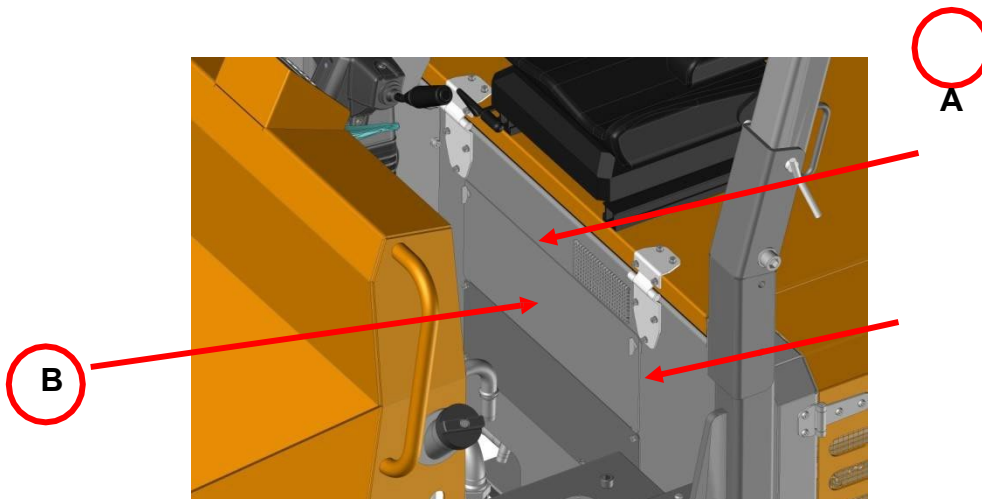

Figure 32. Couvercle d'accès à la pompe hydraulique
d. Accès à la pompe hydraulique : pour accéder à la pompe hydraulique représentée sur la figure 32 (A) Couvercle illustré. Si vous avez besoin d'un accès plus large, utilisez la clé Allen n° 6 et retirez le couvercle B illustré à la figure 32. Pour accéder au couvercle B, vous devez d'abord retirer le marchepied comme indiqué dans la section précédente.